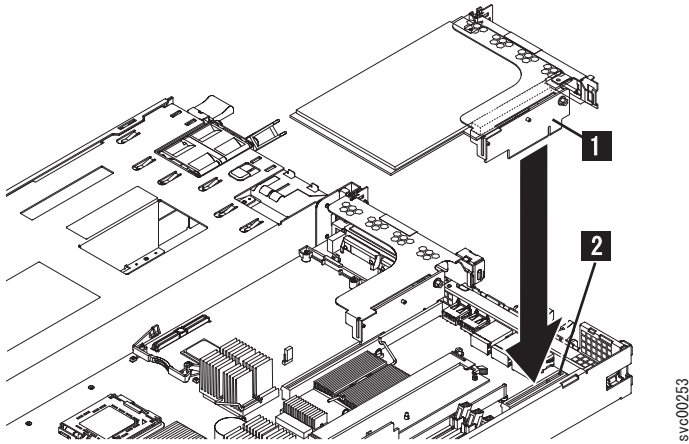

図 184. SAN ボリューム・コントローラー 2145-8G4 用のライザー・カード・アセンブリーの交換
1. アダプターを挿入する場合、まずロー・プロファイル・アダプターのエッジ・コネクタ **1** をライザー・カード・アセンブリー **4** 上のコネクタ **3** に位置合わせします。アダプターがライザー・カード・アセンブリーにカチッとハマったことを確認します。214 ページの図 184 に示すように、ライザー・カード・エッジ・コネクタ **5** をしっかりとシステム・ボード・コネクタに押し込みます。